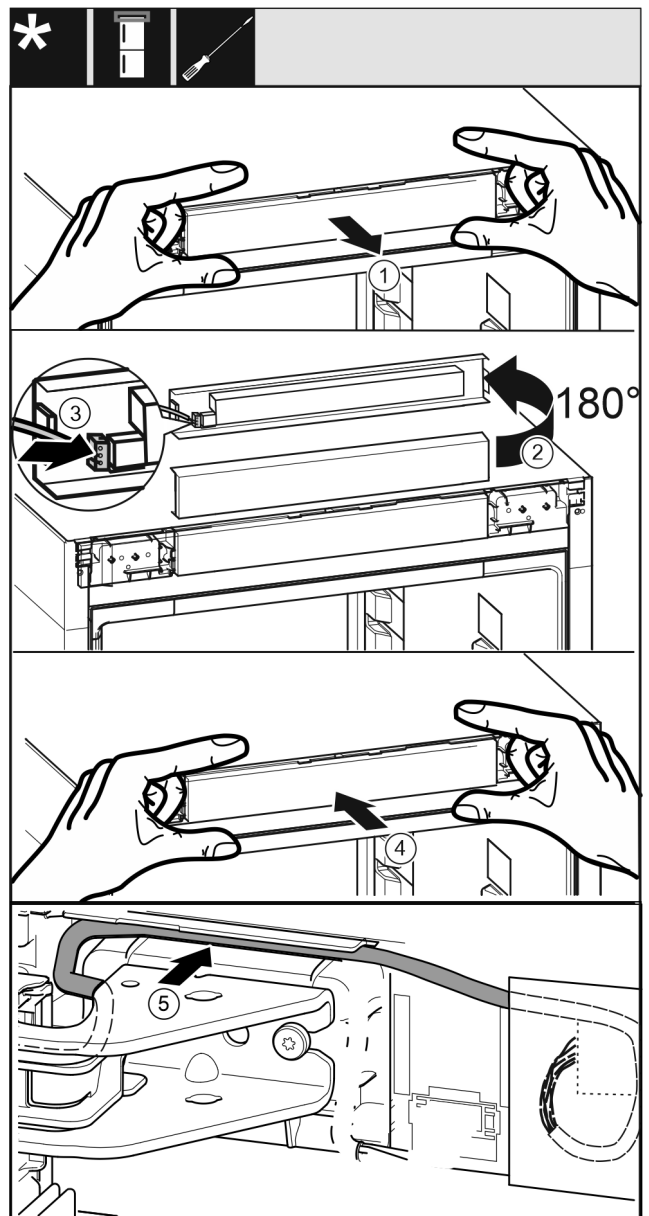

Fig. 40
- ▶ Óvatosan vegye ki a kezelőpanelt Fig. 40 (1).
- ▶ Fordítsa felfelé a kezelőpanelt Fig. 40 (2) 180°-kal.
- ▶ Pattintsa rá a dugót Fig. 40 (3) a kezelőelem paneljére.
- ▶ Pattintsa vissza a kezelőpanelt Fig. 40 (4) a készülékre.
- ▶ Vezesse el óvatosan a kábelt Fig. 40 (5) a felső csapágybak fölötti vezetősínben.